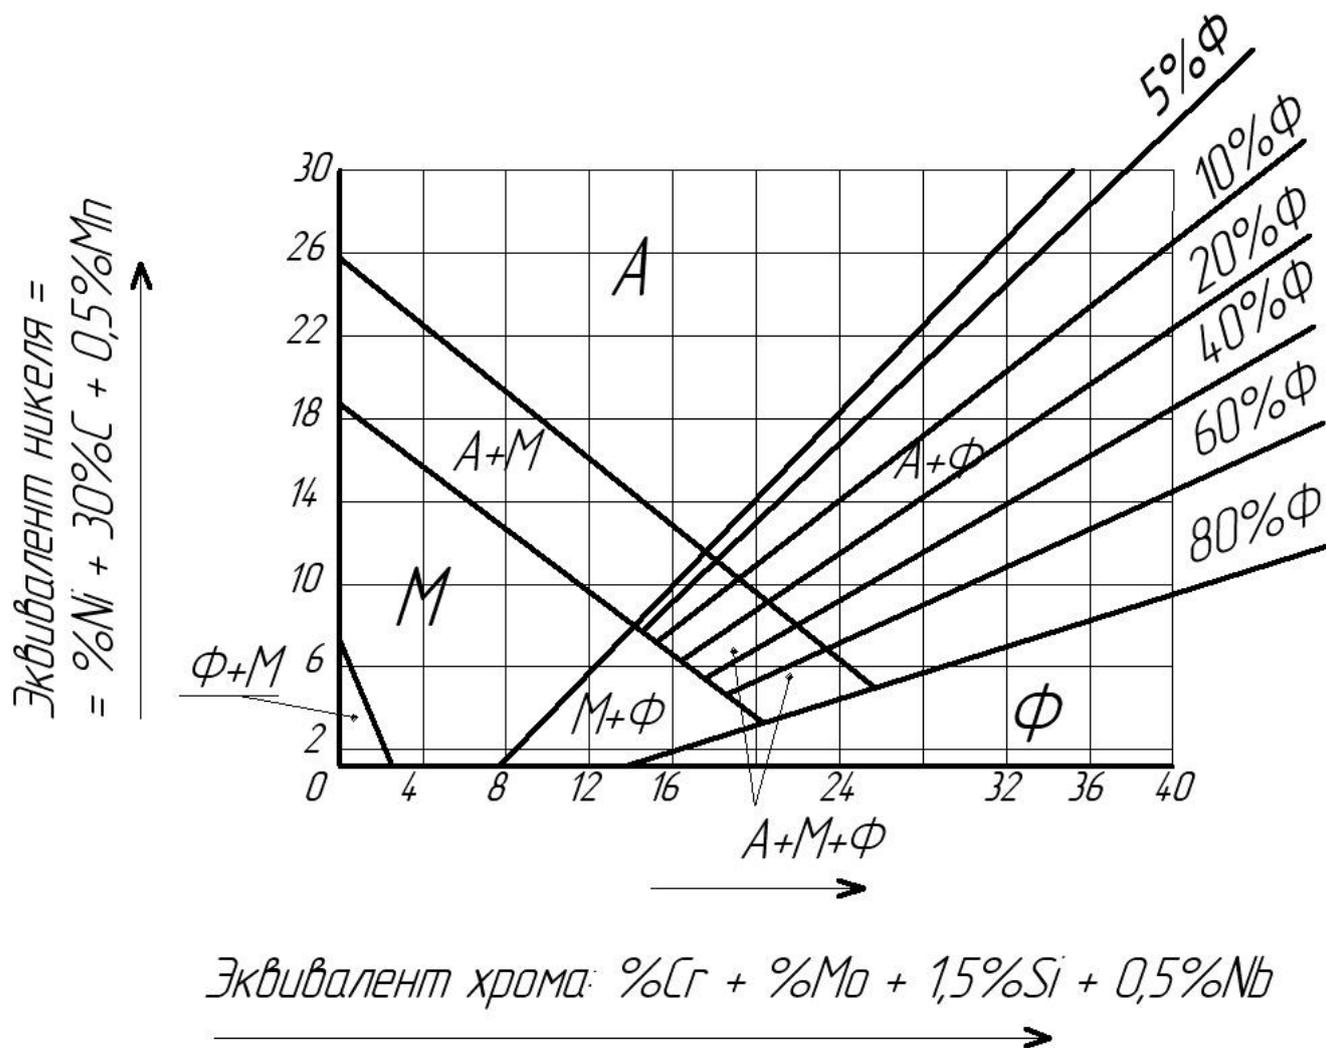

Рисунок 3 – Структурная диаграмма нержавеющей сталей
10. Расшифруйте марочное обозначение каждого из сплавов, укажите возможный способ его металлургического производства, структуру стали в состоянии поставки (отожженном, если другое не оговорено в задании). Для высоколегированной стали (4 – ой в перечне, выделенной жирным шрифтом) определить класс стали по структурной диаграмме Шеффлера (рис.3).